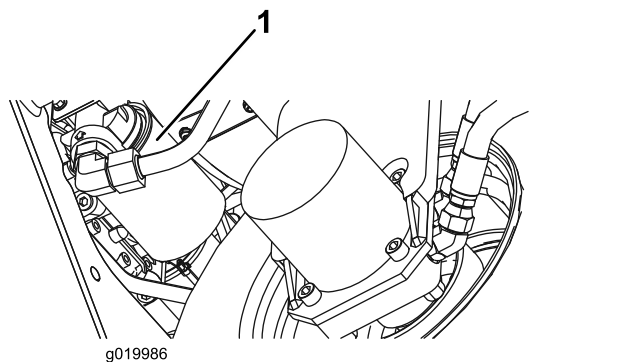

Figure 77
2. Nettoyez la zone autour de la surface de montage du filtre. Placez un bac de vidange sous le filtre (Figure 77) et enlevez le filtre.